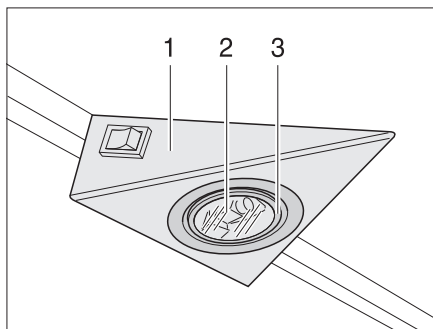
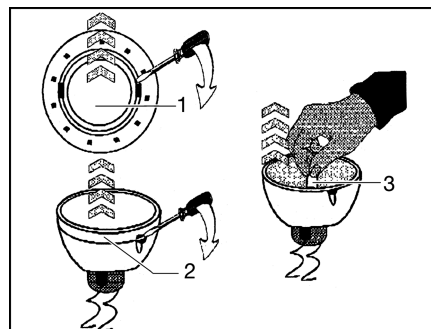

Fig. 179 Lampada alogena a incasso
Fig. 180 Sostituire la lampada alogena ad incandescenza
La lampada alogena a incasso è montata incassata in un alloggiamento (Fig. 179,1).
- Staccare l'anello di copertura interno (Fig. 179,3 o Fig. 180,1) dall'involucro con un attrezzo piatto adatto (p. es. un cacciavite).
- Togliere l'anello di copertura con la lastra di vetro (Fig. 179,2).
- Rimuovere la lampada alogena ad incandescenza (Fig. 180,2).